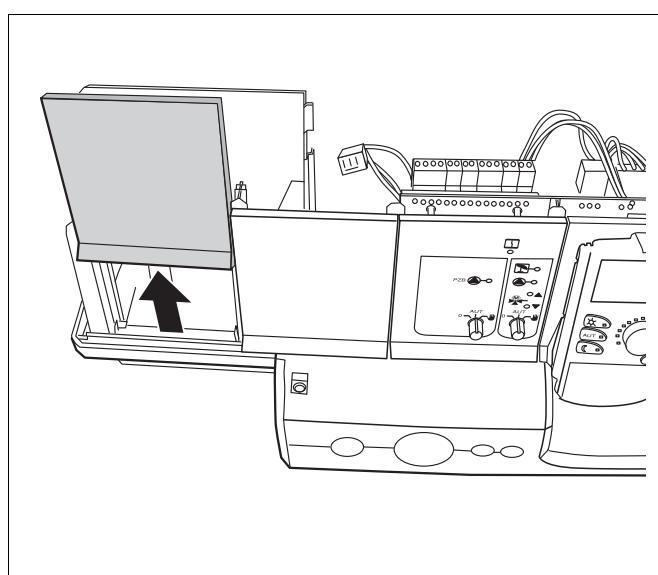

Рис. 4 Удаление заглушки
- Удалите заглушку с разъема (слот \rightarrow рис. 4), в который будет устанавливаться функциональный модуль.